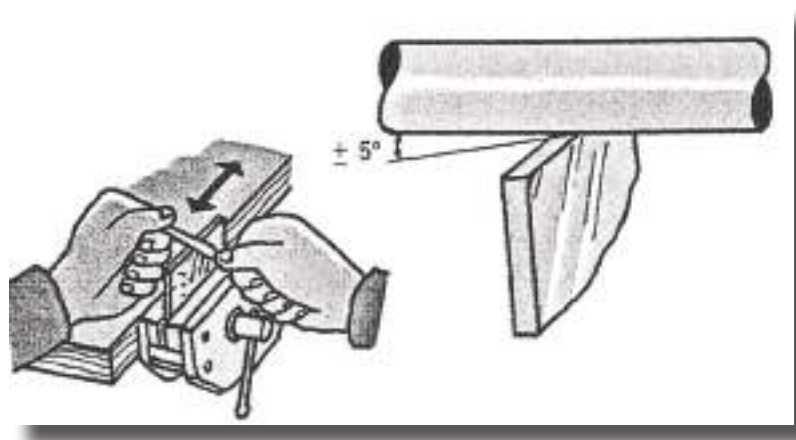

Fig. 130
2. Enquanto que na plaina não é necessário virar o fio, no raspador e em ferros para a realização de molduras na tupa (máquina), é necessário. Consiste em colocar o raspador no torno e segurando o virador com as mãos, passa-se duas vezes ao longo do cutelo carregando para baixo, mantendo o virador com um ângulo de aproximadamente 5° (fig. 130).